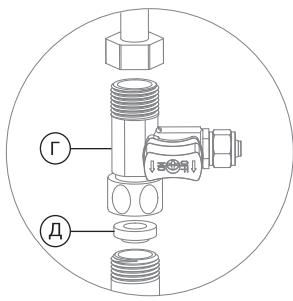

Рис. 5
1. Установите адаптер-ventingль (Г) между магистралью холодной воды и гибкой подводкой вашего смесителя. Уплотните соединение адаптера-ventingля с магистралью при помощи поставляемого в комплекте уплотнительного кольца (Д) (рис. 5).